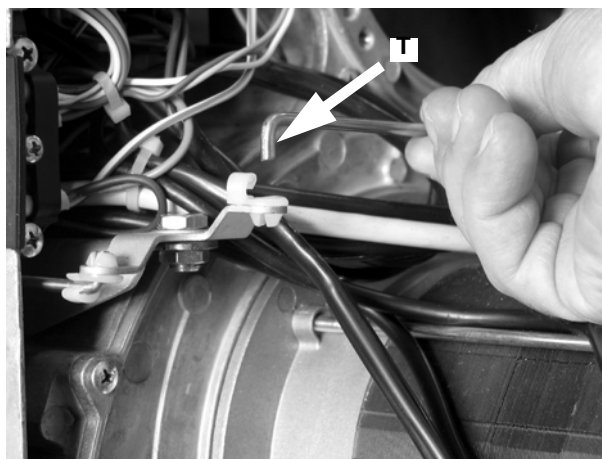

Fig. 45
- Demontati tija **T** din locasul acesteia , asa cum este aratat in Fig. 45.
- Remontati tija **T** (Fig. 45).